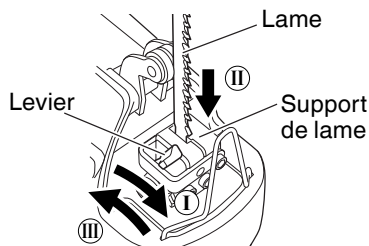

Fig. 2
- (1) Tirer le levier jusqu'à la butée. (Fig. 2-I)
- (2) Retirer la lame.
- (3) Insérer la nouvelle lame jusqu'à la butée dans le support de lame. (Fig. 2-II)
- (4) Relâcher le levier. (Fig. 2-III)